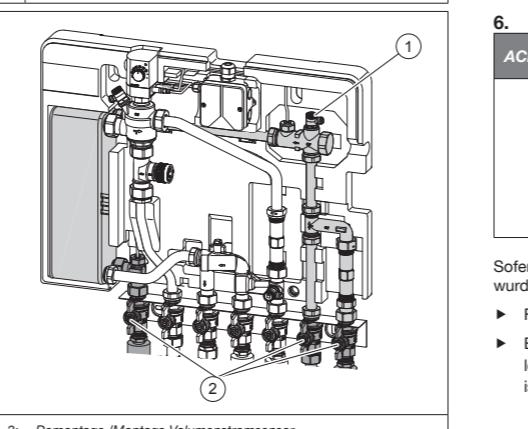

Abb. 3: Demontage /Montage Volumenstromsensor
1. Schließen Sie die markierten 3 Kugelhähne (siehe Abb. 3 (2)) der Kugelhahnanschlussleiste.
2. Öffnen Sie das Entlüftungsventil (siehe Abb. 3 (1)) am Volumenstromsensor, um die Leitung drucklos zu machen.